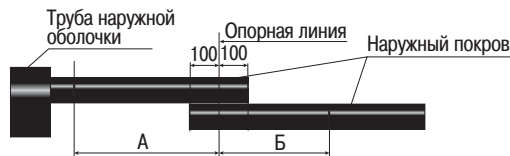

Рисунок 1
4.2 Установить соединяемые концы кабелей в приспособлении для монтажа соединительных муфт внахлест не менее 100 мм от опорной линии (рисунок 1), закрепить их.
4.5 На п/э рукав (на рисунке не показан) надеть трубу наружной оболочки (рисунок 1)..